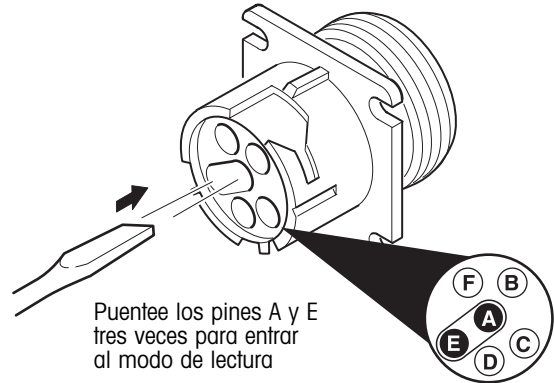

Figura 1. Entrando al modo de lectura
3. Retire la tapa del conector de diagnóstico del arnes HTIS (figura 1). Usando un desarmador, puentee los pines "A" y "E" tres veces consecutivas de la siguiente manera: puentee por aproximadamente un segundo, retire el puente por un segundo. Los pines a puentear se identifican fácilmente por la ranura en el conector. Esta ranura permite el uso de alguna moneda o desarmador para hacer el puente en los pines.